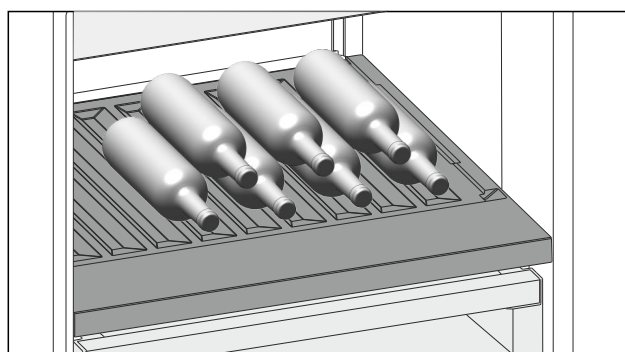

Fig. 109
- Placer les bouteilles avec le fond orienté vers la paroi arrière de l'appareil. (voir Fig. 109)